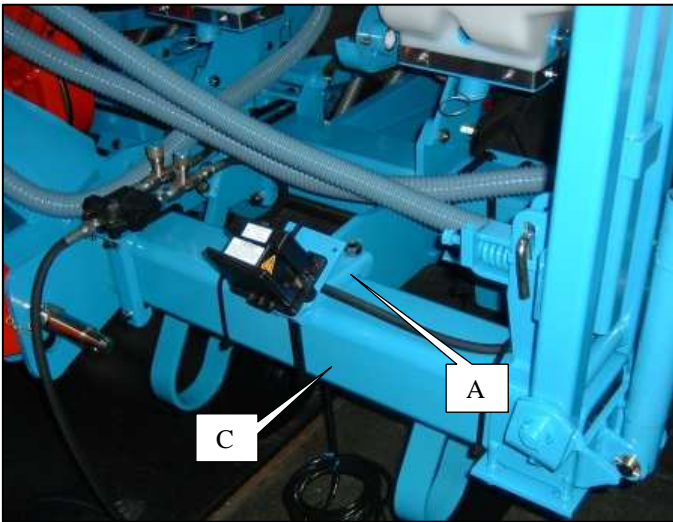
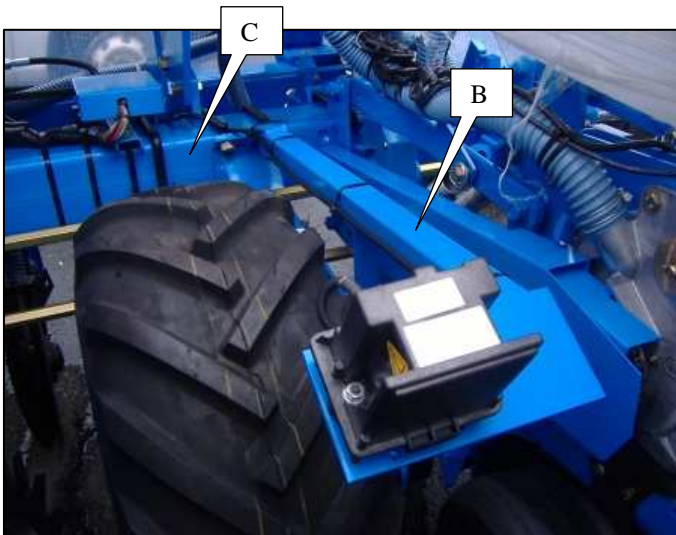

Fig. 1
Fig. 2
- Ajustar la posición del captador con las dos tuercas de bloqueo A (fig. 2) de tal manera que **el extremo del captador se encuentre a una distancia de 1,5 a 2,5 mm de la arista del árbol hexagonal.**
- **Nei modelli MECA V4, MS, NC e NG+**, montare la scatola sensore E (fig. 2) sulla trave del telaio con la staffa e i chiodi forniti in dotazione.
- Aggiustare la posizione del sensore con le due viti di fissaggio A (fig. 2) in modo tale che **l'estremità del sensore si trovi a 1,5-2,5 mm dall'arresto dell'albero esagonale.**
Le kit de montage comprend un support de fixation sur semoir A (Fig.1) ou un support de fixation sur bloc roue B (Fig.2)
-Installer le support sur le châssis du semoir C (voir Fig.1 et 2).
The assembly kit includes a mounting A (Fig.1) or B (Fig.2).
The assembly kit includes a securing bracket on the seeder A (Fig.1) or a securing bracket on the wheel unit B (Fig.2)